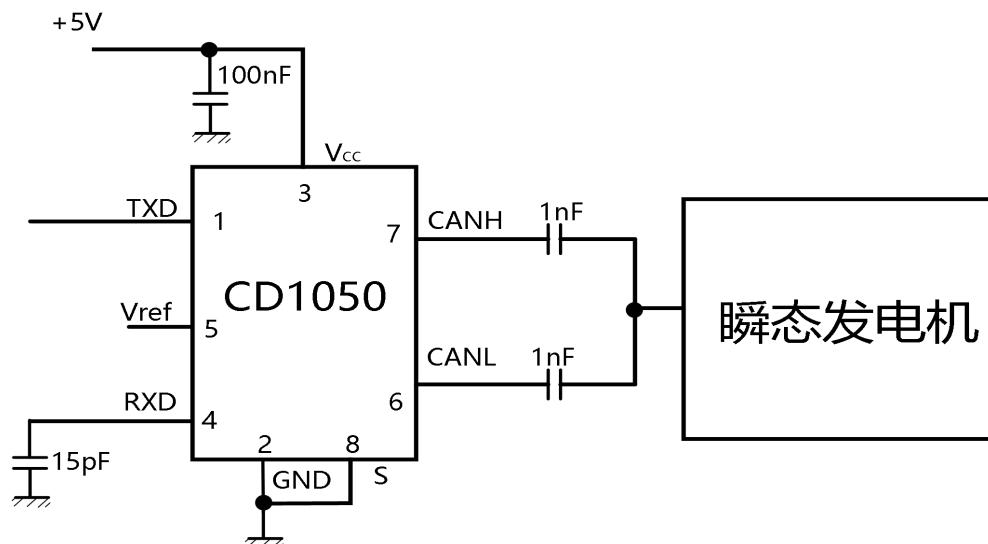

图 4. 汽车瞬态测试电路
- 施加瞬态的波形应符合“ISO 7637 第 1 部分”，试验脉冲 1、2、3a 和 3b (见图 4)。
- 根据“IEC 60747-1”。T_{VJ} 的另一个定义是: T_{VJ}=T_{amb}+P×R_{th} (vj-a) , 其中 R_{th} (vj-a) 是用于计算 T_{VJ} 的固定值。T_{VJ} 的额定值限制了功耗 (P) 和环境温度 (T_{amb}) 的允许组合。
高速模式是正常操作模式，通过将引脚 S 接地来选择。如果引脚 S 未连接，则为默认模式。但是，为了确保仅使用高速模式的应用中的 EMI 性能，建议将引脚 S 接地。在静音模式下，发射器被禁用。所有其他 IC 功能继续运行。静音模式是通过将引脚 S 连接到 VCC 来选择的，可用于防止由于 can 控制器失控而导致网络通信受阻。如果引脚 TXD 因硬件和/或软件应用程序故障而被强制为永久低电平，“TXD 主要超时”定时器电路可防止总线被驱动至永久主要状态（阻断所有网络通信）。定时器由引脚 TXD 上的负沿触发。如果引脚 TXD 上的低电平持续时间超过内部定时器值，则变送器被禁用，从而使总线进入隐性状态。定时器通过引脚 TXD 上的正沿复位。引脚 CANH 和 CANL 受到汽车电气瞬态保护（根据“ISO 7637”；见图 4）。